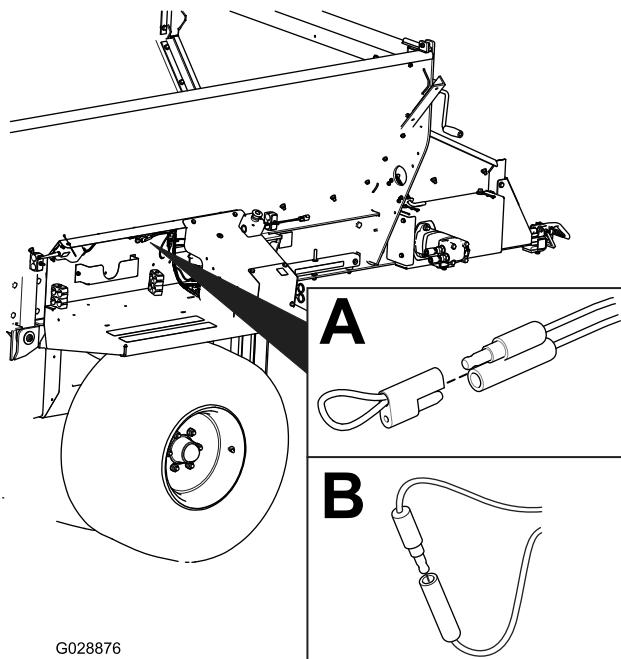

図 32
2. 故障診断コネクタ2個についているキャップを外す図 32、A。
3. 故障診断コネクタ同士を接続する(図 32, B)。
2. 故障診断コネクタ同士の接続を外す 図 32、B。
3. 故障診断コネクタ2つにキャップを元通りに取り付ける 図 32、A。